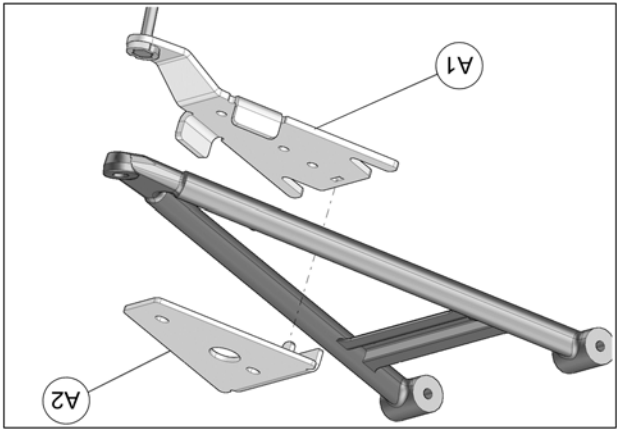

Fig. 17
5. Positionner la partie inférieure de l'ancrage anti-rotation (A1) sous le bras de suspension inférieur. Positionner la partie supérieure (A2) au-dessus du bras de suspension de façon à ce que le tenon de la partie pliée s'insère dans l'ouverture de la partie inférieure. Voir la Fig. 17